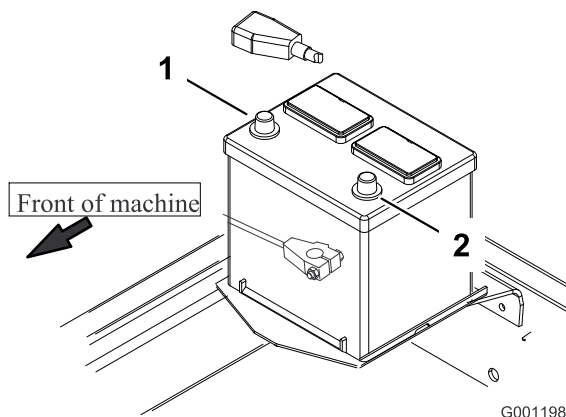

Figura 11
8. Primero, conecte el cable positivo (rojo) al borne positivo (+), y luego conecte el cable negativo (negro) al borne negativo (-) de la batería (Figura 11). Deslice la cubierta de goma sobre el terminal positivo para evitar posibles cortocircuitos eléctricos.